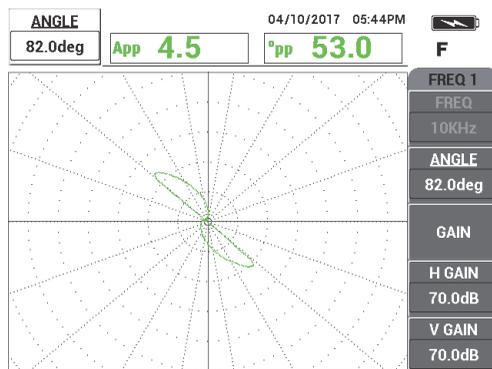

Рис. 5-161 Настройка сигнала
3. Нажмите клавишу ANGLE () , настройте сигнал частоты 1 (зеленый) так, чтобы сигнал отверстия достиг фазы 40° (см. Рис. 5-161 на стр. 256).